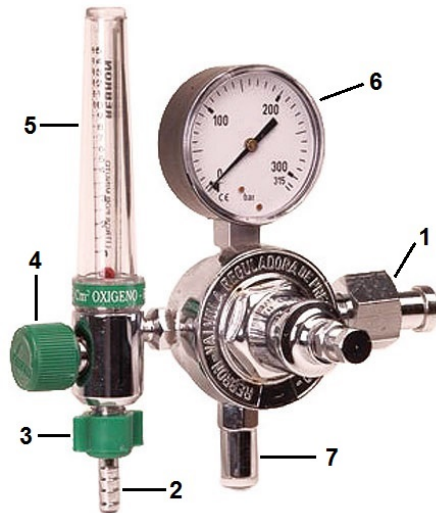

Figura 4: Mod. M59
- 5 manómetro de salida con unidades de presión -Figuras 2 y 5 / manómetro de salida con unidades de flujo -Figuras 1 y 3 / caudalímetro de salida -Figura 4
- Con 1 (un) manómetro para mostrar la presión contenida en el cilindro y un caudalímetro graduado en l/min para mostrar el flujo de salida. Ver Figura 4.